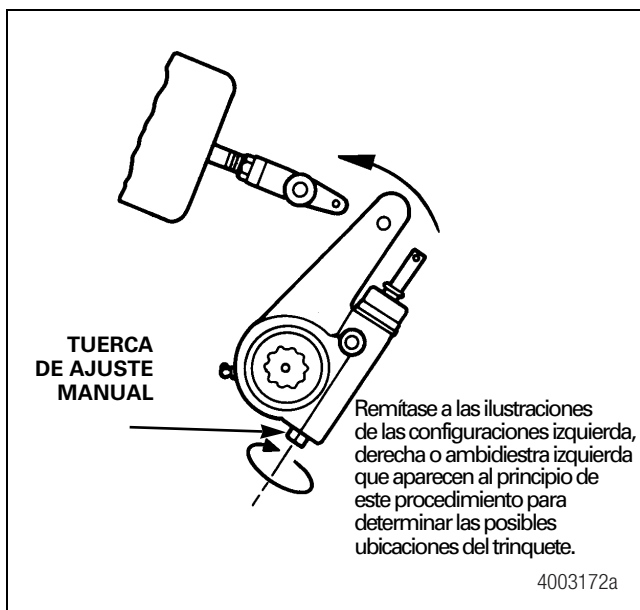

Figura 5.2
3. Gire la tuerca de ajuste manual del ajustador de freno hacia la DERECHA para alinear los agujeros del ajustador de freno con los agujeros de la horquilla del vástago. Figura 5.2.